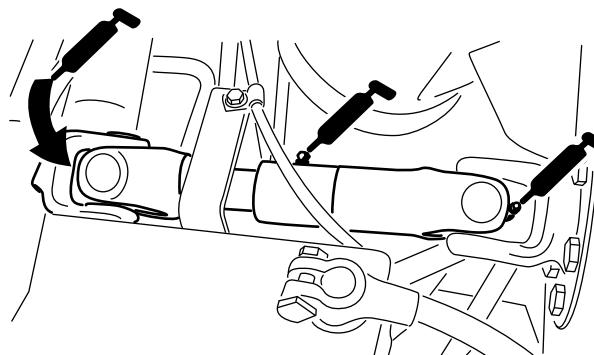

Bild 29
- U-Gelenk der Pumpenantriebswelle (3)—Bild 29